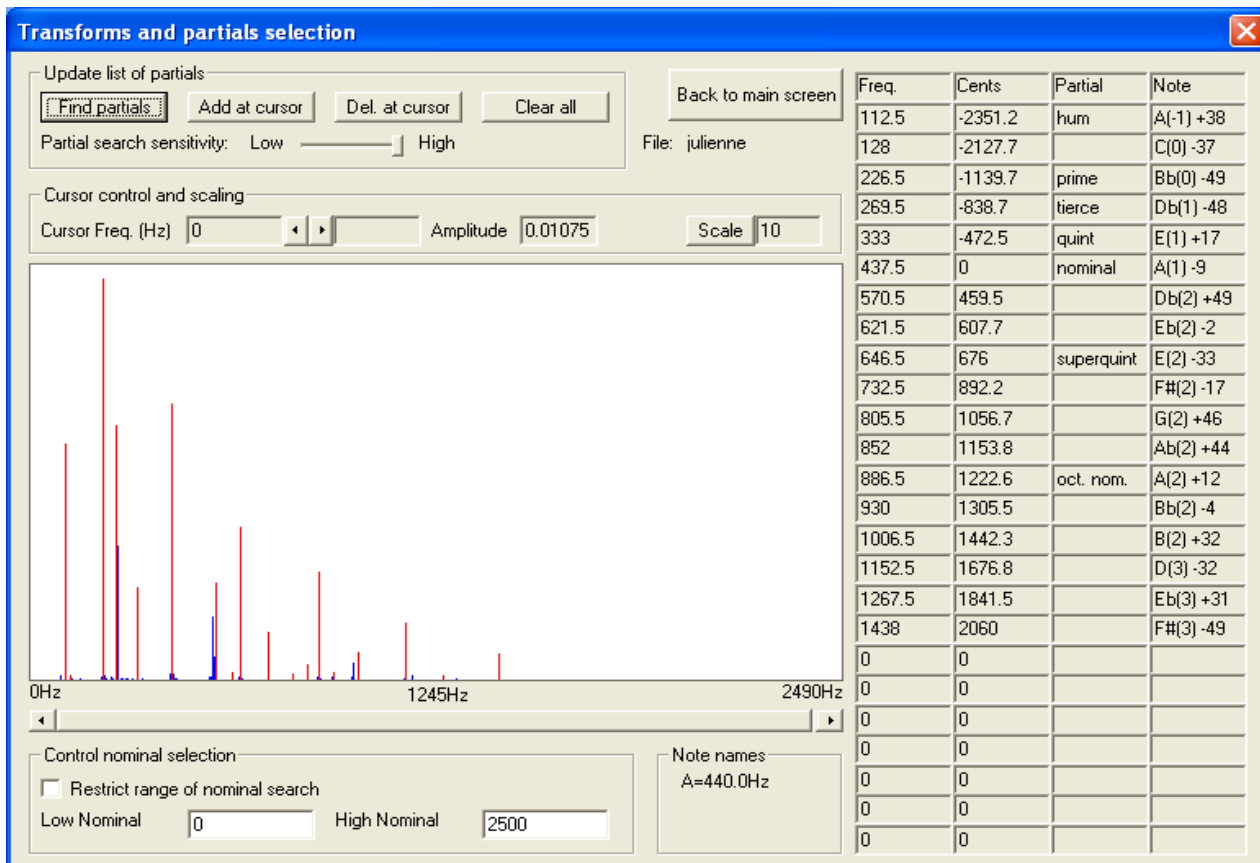

Fig. 3 : Percussion externe (marteau tinteur) - enregistrement dans la chambre des cloches
- Percussion externe (par le marteau tinteur) et enregistrement dans la chambre des cloches : voir résultats en Fig. 3.
- Le spectre sonore de la cloche tintée extérieurement (Fig. 3) est quasiment identique à celui de la cloche en volée, mais sans les composantes aigües de cette dernière (la percussion par le marteau tinteur externe étant vraisemblablement moins 'énergétique' que celle par le battant interne, de masse supérieure à celle du marteau).